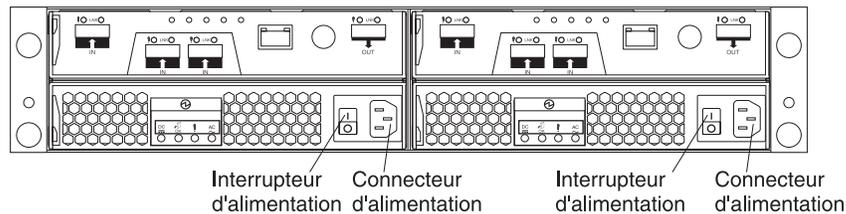

Figure 49. Interrupteurs et connecteurs d'alimentation du DS3400
5. Mettez sous tension les deux interrupteurs d'alimentation AC à l'arrière du sous-système de stockage. La figure 49 indique les emplacements des interrupteurs d'alimentation AC sur le DS3400.